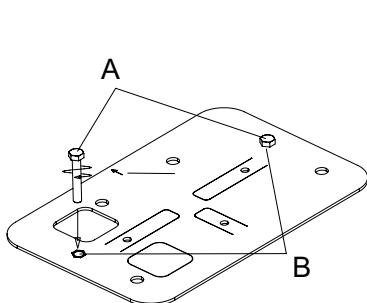

Abb. 4A
- 1) Die Schrauben M8x50 (Pos. A) über die ganze Länge in die Gewindestütze (Pos. B) der Platte (Abb. 4A) eindrehen und festziehen.